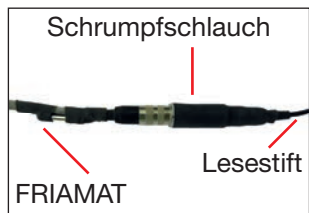

Abb. 3
- Schrumpfschlauch (Abb. 3) vorsichtig von Lesestiftadapter (grau) und den beiden Steckerkupplungen (Lesestiftleitung und FRIAMAT Datenleitung) entfernen.